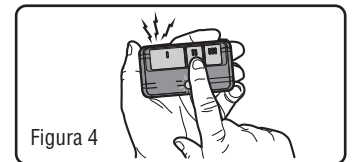

Figura 4
2. Presione el botón del control remoto con el cual desea operar la luz. (Figura 4)